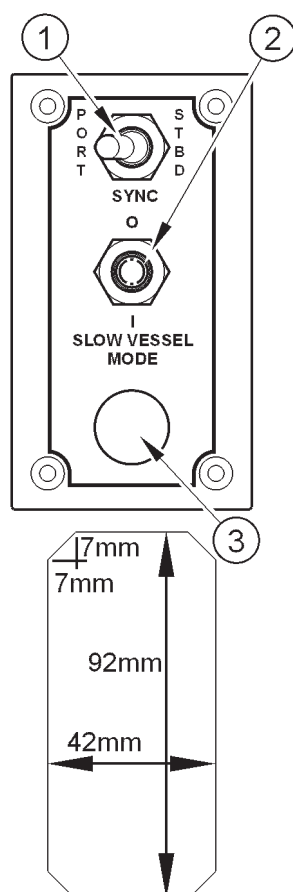

Figure 8
La fonction du commutateur de synchronisation (Figure 8) désigne l'un des accélérateurs dans une installation à moteur double comme accélérateur maître. Lorsque le commutateur (1) est activé, chaque moteur répond à cet accélérateur maître.